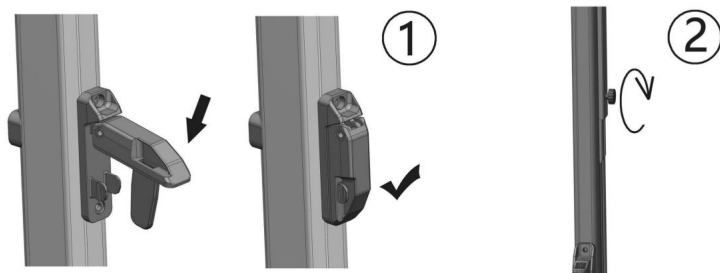

Figure D18
4.2.7 Appuyez sur le verrou de déplacement au milieu du bras de support et serrez la vis de la tige intérieure. Le store est fermé. (Figure D18)